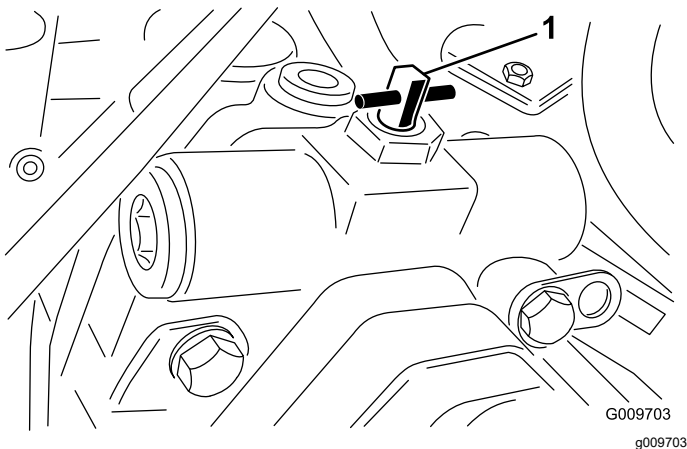

Figura 44
3. Rode a válvula de derivação 90° (1/4 de volta) em qualquer direção, para permitir a passagem interna do fluido (Figura 44).
2. Rode a válvula de derivação 90° (1/4 de volta) em qualquer direção, para permitir a passagem interna do fluido (Figura 44).